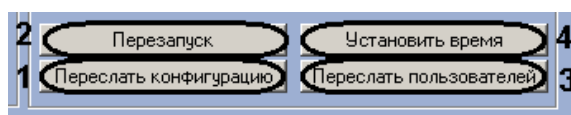

Рис. 3.7—2 Запись конфигурации выбранного контроллера
Примечание. Для перезагрузки контроллера необходимо нажать кнопку **Перезапуск** (Рис. 3.7—2, 2).
2. Для записи карт доступа пользователей необходимо нажать кнопку **Переслать пользователей** (см. Рис. 3.7—2, 3).
3. Для синхронизации времени необходимо нажать кнопку **Установить время** (см. Рис. 3.7—2, 4).